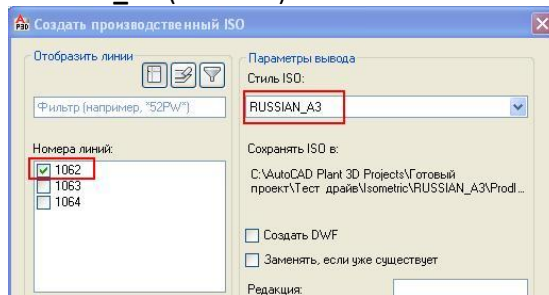

Рис. 113
- Выберите номер линии – **1062**. В разделе **Параметры вывода** выберите стиль ISO: **RUSSIAN_A3** (Рис. 113).